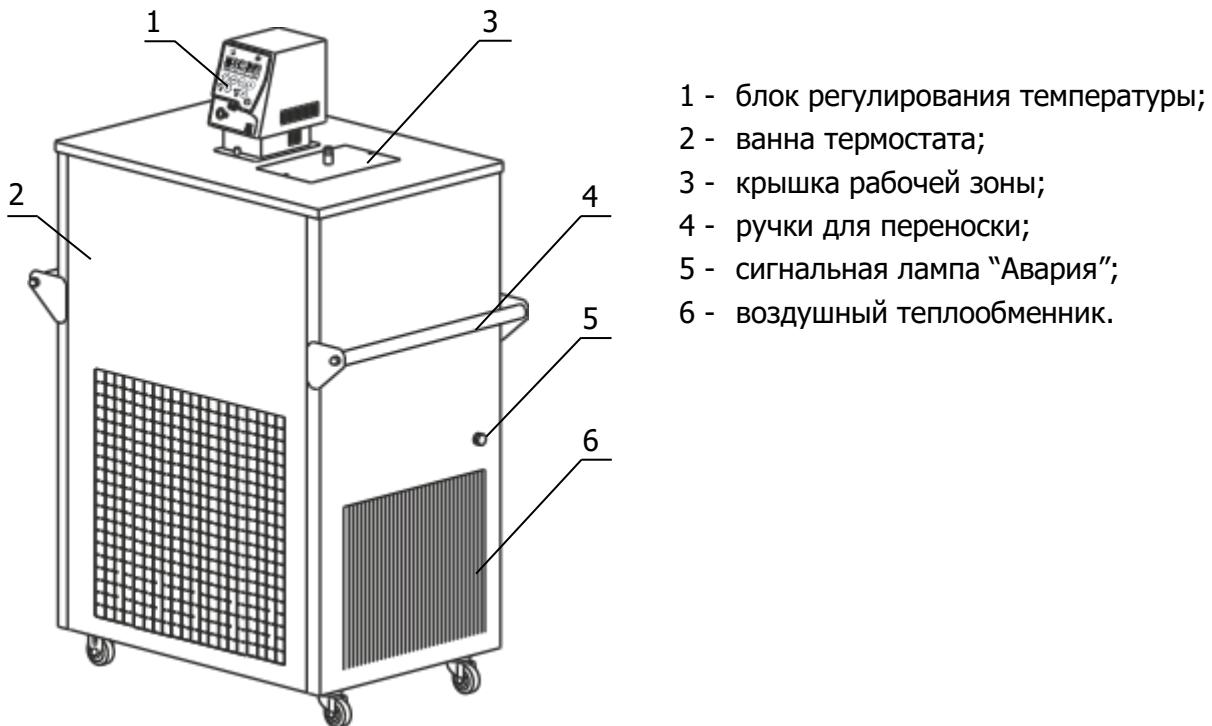

Рисунок 1 — Внешний вид термостата
- использовать крышку рабочей зоны 3 (рисунок 1), ограничивающую доступ воздуха к поверхности теплоносителя при выходе термостата на установленную температуру и в промежутках между испытаниями;
2.4.1 Управление холодильной машиной (ХМ) и контроль ее параметров осуществляется электронным устройством, которое, в случае возникновения аварийной ситуации, отключает холодильную машину и, с помощью лампы "Авария" 5 (рисунок 1), сигнализирует код возникшей аварии.